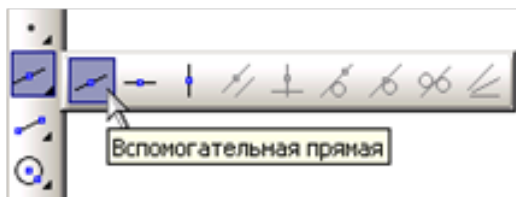

Рис. 2.4.8
5. Побудуйте допоміжні лінії під кутами 45 і 135 градусів з центру квадрата для побудови далі радіусів (рис. 2.4.8).